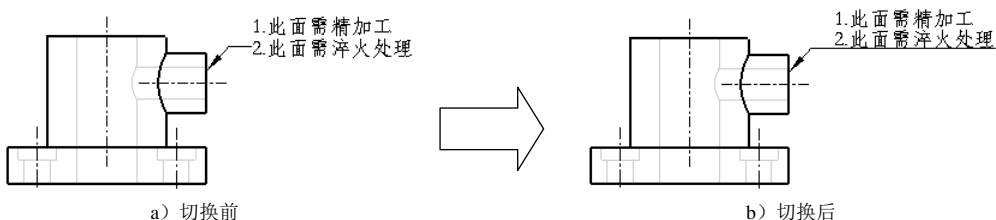

图 5.3.25 切换引线类型
(6)  **切换引线类型** 命令主要用来将引线类型切换为 ISO 或从 ISO 切换，选择  **切换引线类型** 命令的效果如图 5.3.25 所示。
说明：图 5.3.25 所示的工程图文件位于 D:\creo3.7\work\ch05.03.04 中，文件名依次为 base_drw_05.drw 和 base_drw_06.drw，供读者参考。